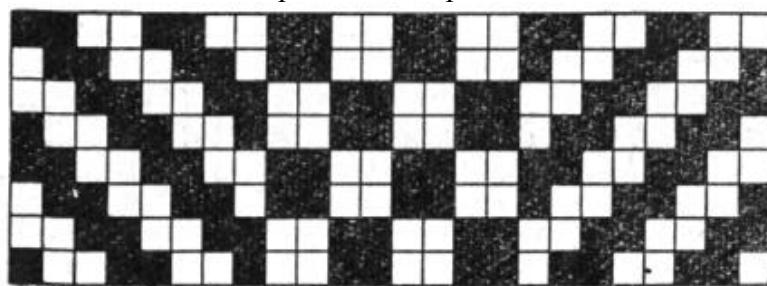

Рис.32. Орнаментное переплетение
- b) комбинированные (рис. 32- 34):